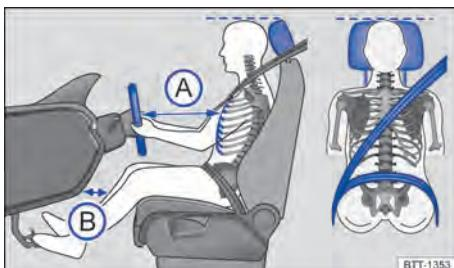

Fig. 20 Distância correta do condutor em relação ao volante, posição correta do cinto de segurança e ajuste correto do apoio para cabeça.
- Ajustar o banco de modo que a distância entre o volante e o tórax tenha no mínimo 25 cm → **Fig. 20 (A)** e que o condutor possa segurar o volante pela borda externa com as duas mãos e os braços ligeiramente dobrados.
- Ajustar o banco do condutor na direção longitudinal de modo que os pedais possam ser acionados com as pernas ligeiramente arqueadas e a distância para o painel de instrumentos na área do joelho seja de, no mínimo, 10 cm → **Fig. 20 (B)**.
- Ajustar o apoio para cabeça de modo que a sua borda superior se encontre preferencialmente na mesma linha da parte superior da cabeça → **Fig. 20** – porém não abaixo da altura dos olhos. Posicionar a parte posterior da cabeça o mais perto possível do apoio para cabeça.